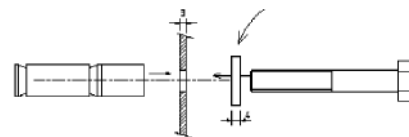

Рисунок 3
8. Обезопасьте сейф, используя входящие в комплект болты. Для этого проделайте следующее: выкрутите болт из втулки, наденьте прокладки на фиксирующий болт, затем проденьте болт с прокладкой в отверстие в сейфе (с нижней или с задней стороны). Вставьте металлические клинья и втулки в отверстия, проделанные в стене или полу для закрепления сейфа так, чтобы их верхний край сравнялся с поверхностью пола или стены. Для лучшей безопасности плотно привинтите сейф к проделанным отверстиям. (смотрите рисунок 3 и 4).